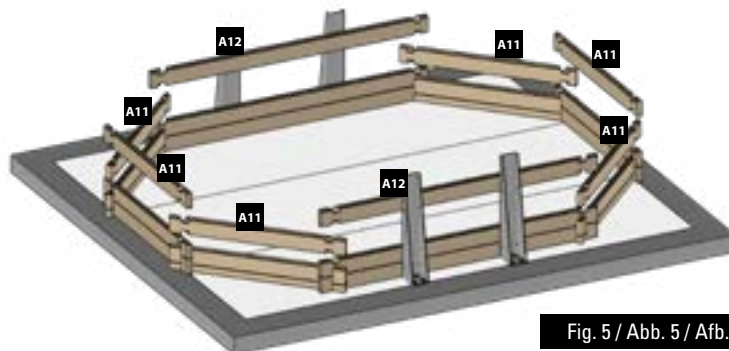

Fig. 5 / Abb. 5 / Afb. 5
3rd LAYER OF BOARDS: Install the third layer of boards as shown in figure 5. The position of the refilling fitting with the key and the skimmer should be defined at the start of the assembly (read the specific paragraphs).
3ÈME RANGÉE MADRIERS : Positionnez les madriers de la 3ème rangée conformément à la figure 5. Vous devez avoir déterminé l'emplacement de la buse de refoulement et du skimmer dès le début du montage (voir paragraphes spécifiques).
3. BRETTERRIHE: Platzieren Sie die Bretter der dritten Reihe laut Abb. 5. Zu Beginn der Montage müssen Sie die Lage des Druckventils und des Skimmers festlegen (lesen Sie hierzu die entsprechenden Abschnitte).
3ª RIJ PLANKEN: Plaats de planken van de derde rij zoals te zien is op afbeelding 5. U moet al bij aanvang van de montage bepalen op welke plaats het uitstroommondstuk en de skimmer moet komen (less de betreffende paragrafen).